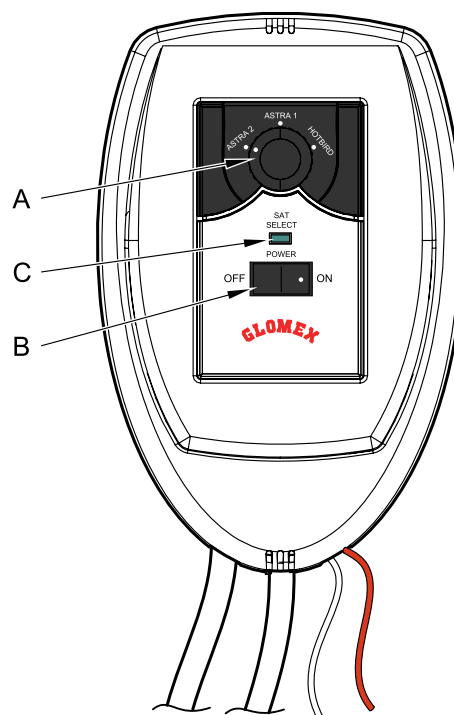

Fig. 25
5. Schalten Sie die Steuereinheit ein (die B Taste **Fig. 25** auf ON bringen).